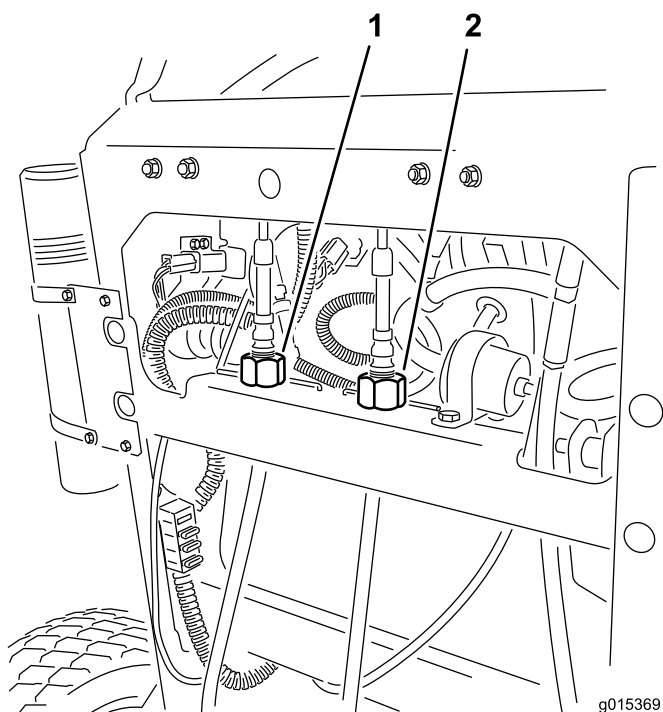

図 20
3. 左走行コントロールレバーがコントロールパネル上で右走行コントロールレバーとそろるように、左側ケーブル調整部を回して調整する。この調整を行うことにより、左右の車輪が同じ速度で回転するようにします（図 20）。